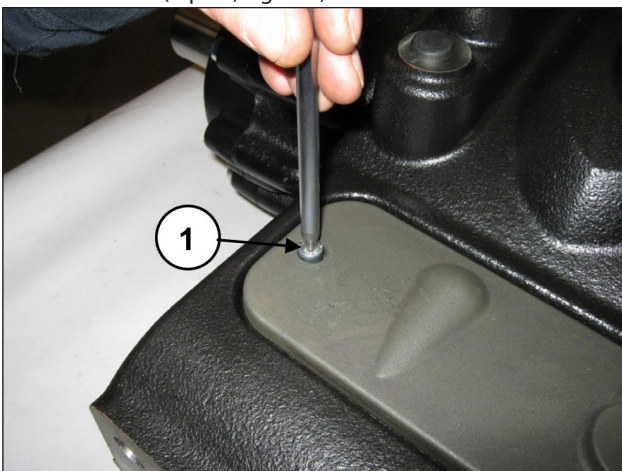

Fig. 107
Déposer le couvercle d'inspection supérieur en desserrant les 2 vis de fixation (rep. ①, Fig. 107).